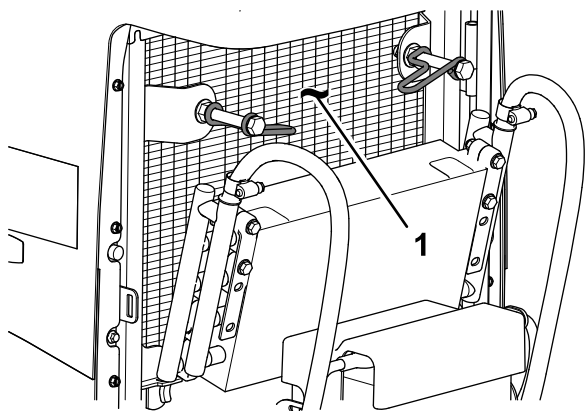

Figura 112
8. Limpie a fondo ambos lados del enfriador de aceite y del radiador (Figura 112) con aire comprimido.